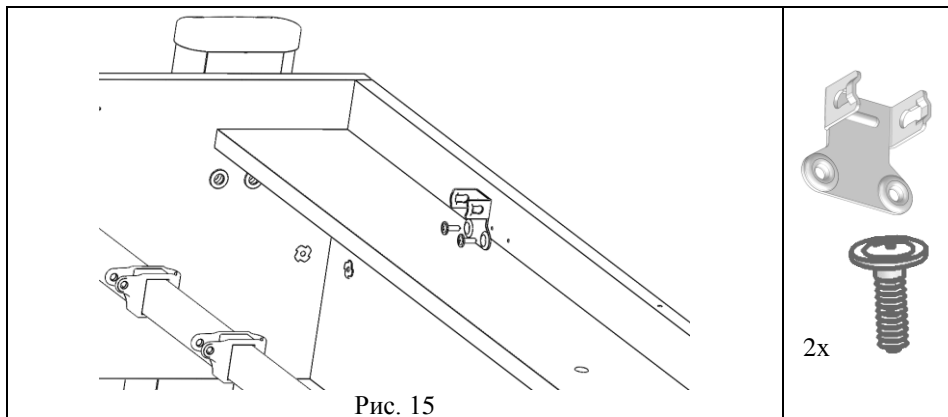

Рис. 15
5.3.1. К сборке по п.5.3 прикрутить кронштейн нижний (поз. 2, пакет № 9а) при помощи саморезов с прессшайбой (поз. 2, пакет № 150), см. рис. 15.